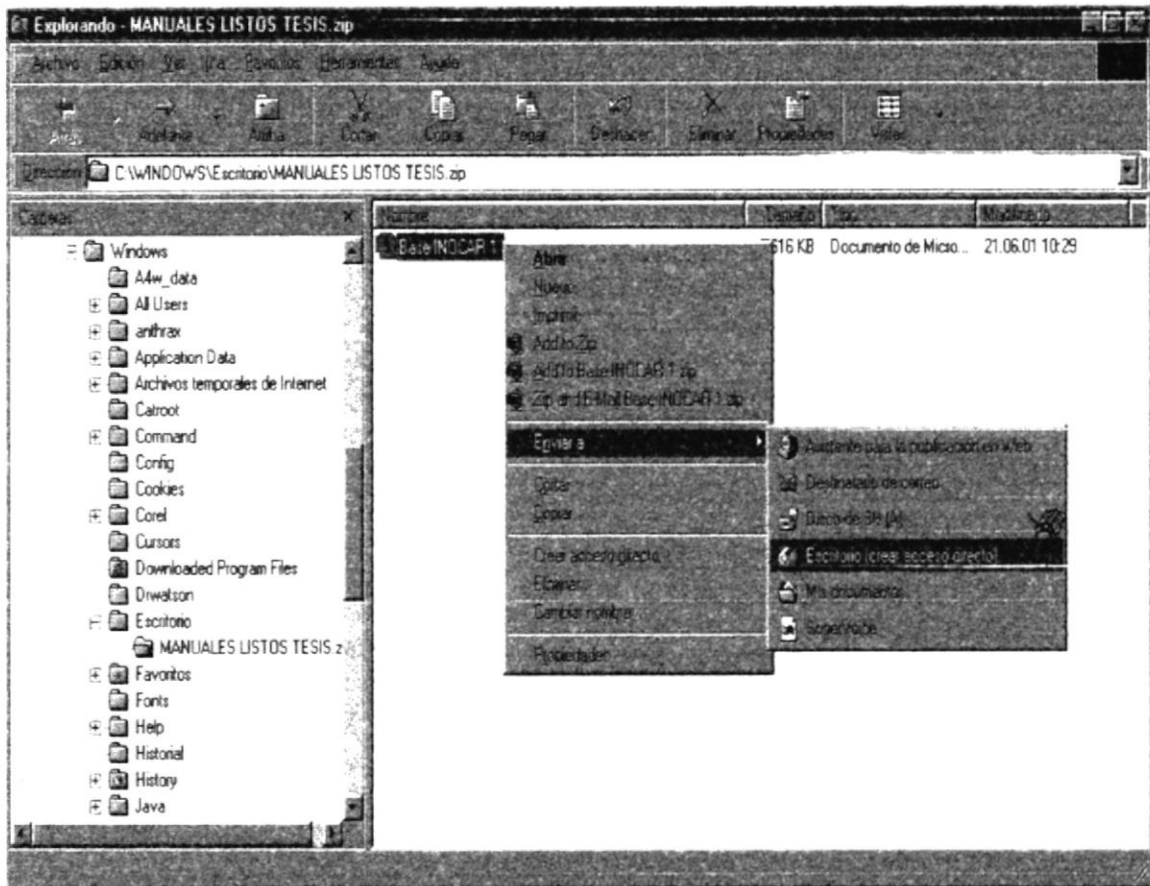

Figura 3.1 Explorador
3. Aparecerá la pantalla de explorador y se señalará en la parte superior izquierda Disco 3 ½ (A).
7. Con el botón derecho del mouse de un clic en “Base INOCAR 1” escoja “Enviar a” y seleccione “Escritorio (crear acceso directo”. (Ver figura 3.1).